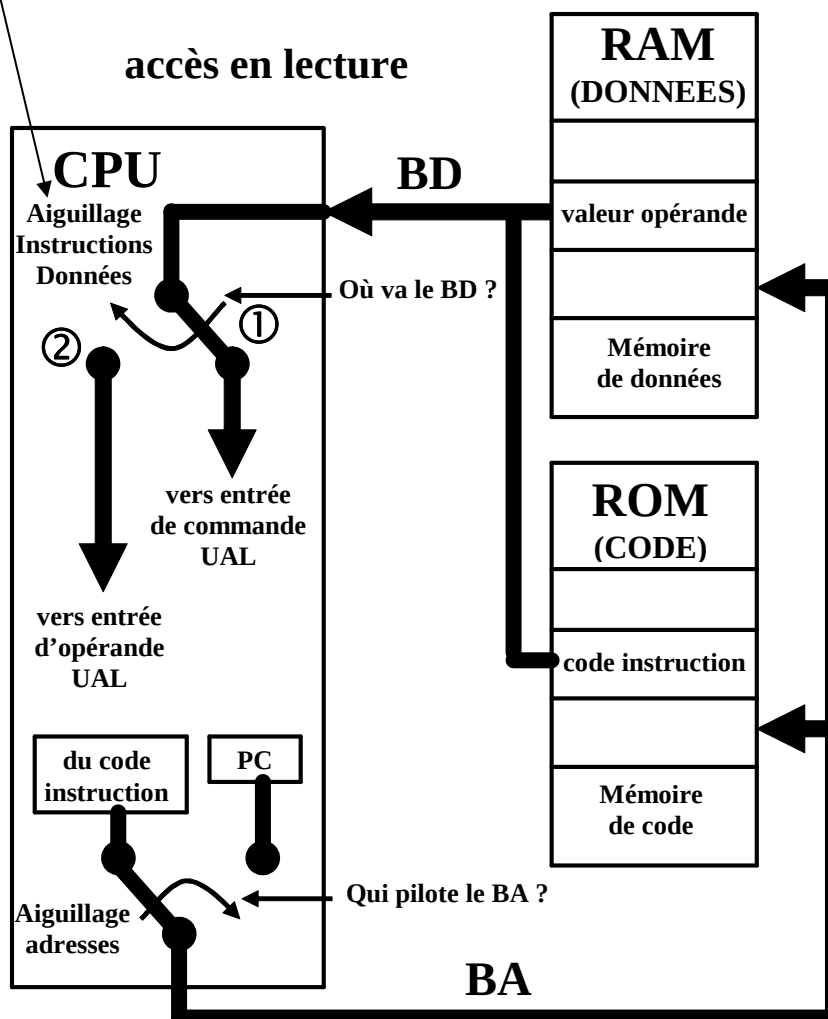

Figure I.19.
Cette architecture présente des inconvénients car elle nécessite à chaque cycle d'accès mémoire en lecture de bien différencier le contenu des cases mémoire contenant le code (en fait le code machine de chaque instruction) et le contenu des cases mémoire contenant les opérandes utilisés par ces instructions (en fait les valeurs des variables), comme indiqué sur la partie nommée « Aiguillage Instructions/Données » de la figure I.19.
Comme on peut le voir sur le schéma de la figure I.19., le code machine des instructions constitue **l'entrée de commande** de l'UAL ① (pour lui indiquer quelle opération effectuer) et la valeur de la variable correspond à une des entrées opérande source de l'UAL ②.